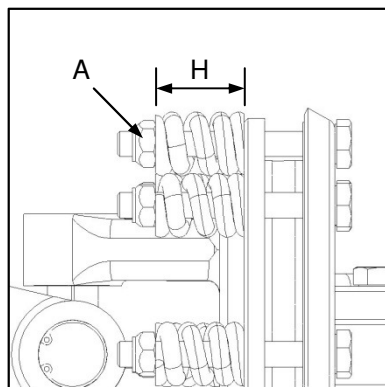

Fig. 4
- ✔ Release the pre-load on the friction clutch plates by loosening the nuts (Fig. 4-A) until the compression
- ✔ Ontspan die voorlas op die wrywingkoppelaarplate deur die moere los te draai (Fig. 4-A) totdat die drukveer net
Following any maintenance or repair of the PTO friction clutch assembly the pre-load on the friction clutch plates must be adjusted to factory specifications. This is accomplished by adjusting the nuts (Fig. 4-A) to set the compressed spring length (Fig. 4-H).
Na instandhouding of herstel van die kragtakkeraswrywingkoppelaarmontering moet die voorlas op die koppelaarplate volgens fabriekspesifikasies verstel word. Dit word gedoen deur verstelling van die moere (Fig. 4-A) om die saamgeperste veer se lengte te stel (Fig. 4-H).